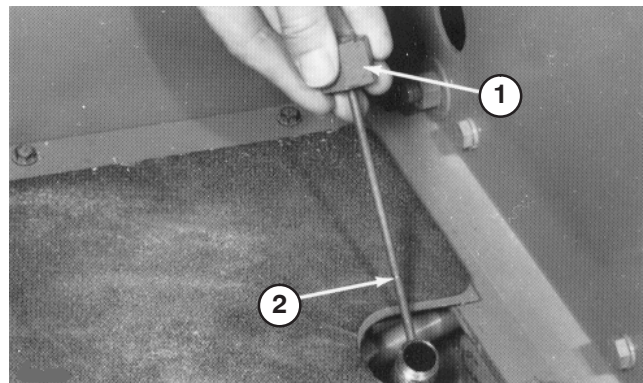

Bild 26
2. Schrauben Sie den Deckel des Peilstabs vom Einfüllstutzen (Bild 26) und wischen Sie ihn mit einem sauberen Lappen ab. Schrauben Sie den Deckel des Peilstabs mit der Hand auf den Einfüllstutzen fest. Schrauben Sie den Peilstab heraus und prüfen Sie den Ölstand. Wenn der Stand mehr als 13 mm von der Kerbe im Peilstab ist (Bild 26), füllen Sie Hydraulikflüssigkeit auf, bis der Stand an der Kerbenmarke liegt. **Füllen Sie nicht mehr** als 13 mm über die Kerbe ein.